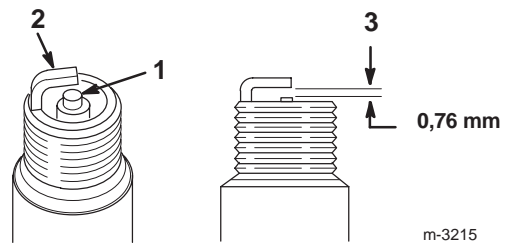

Figure 40
1. Inspectez le centre des bougies (Fig. 40). Si le bec de l'isolateur est recouvert d'un léger dépôt gris ou brun, le moteur fonctionne correctement. S'il est couvert d'un dépôt noir, c'est généralement signe que le filtre à air est encrassé.
2. Contrôlez l'écartement entre l'électrode centrale et l'électrode latérale (Fig. 40).
3. Courbez l'électrode latérale (Fig. 40) si l'écartement est incorrect.